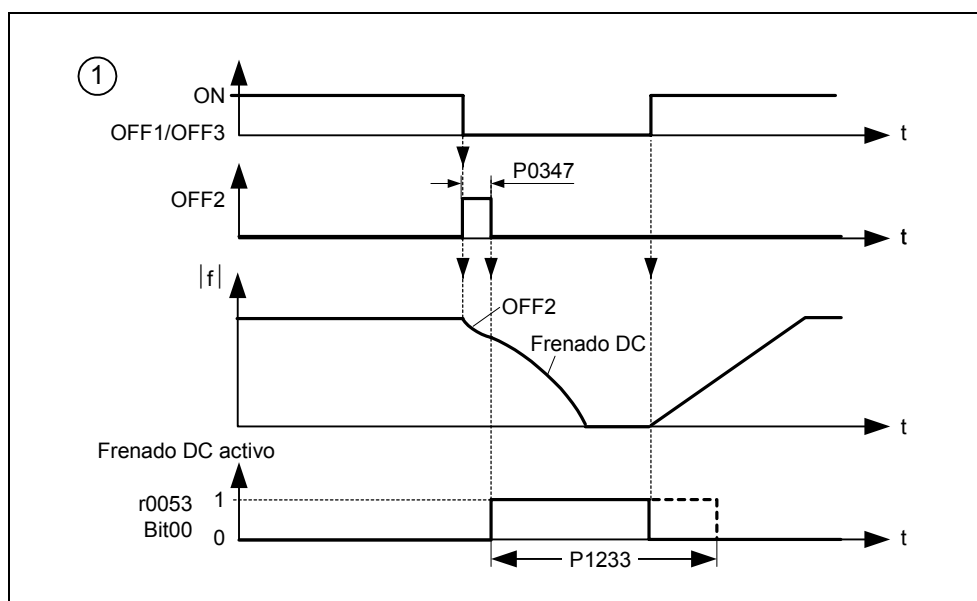

Figura 3-51 Freno por CC después de OFF1 / OFF3
2. Activar el freno por CC con OFF1 ó OFF3 (véase Figura 3-51).